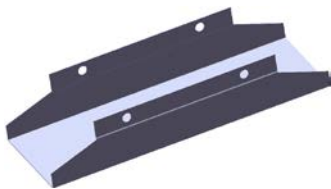
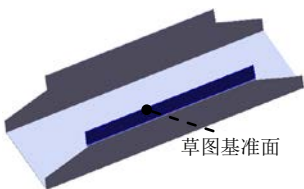

图 11.2.25 切除一拉伸 2
图 11.2.26 草图基准面
Step9. 创建图 11.2.25 所示的切除一拉伸 2。
(1) 选择命令。选择下拉菜单 **插入(I)** → **切除(C)** →  **拉伸(E)...** 命令。
(2) 定义特征的横断面草图。
① 定义草图基准面。选取图 11.2.26 所示的表面作为草图基准面。